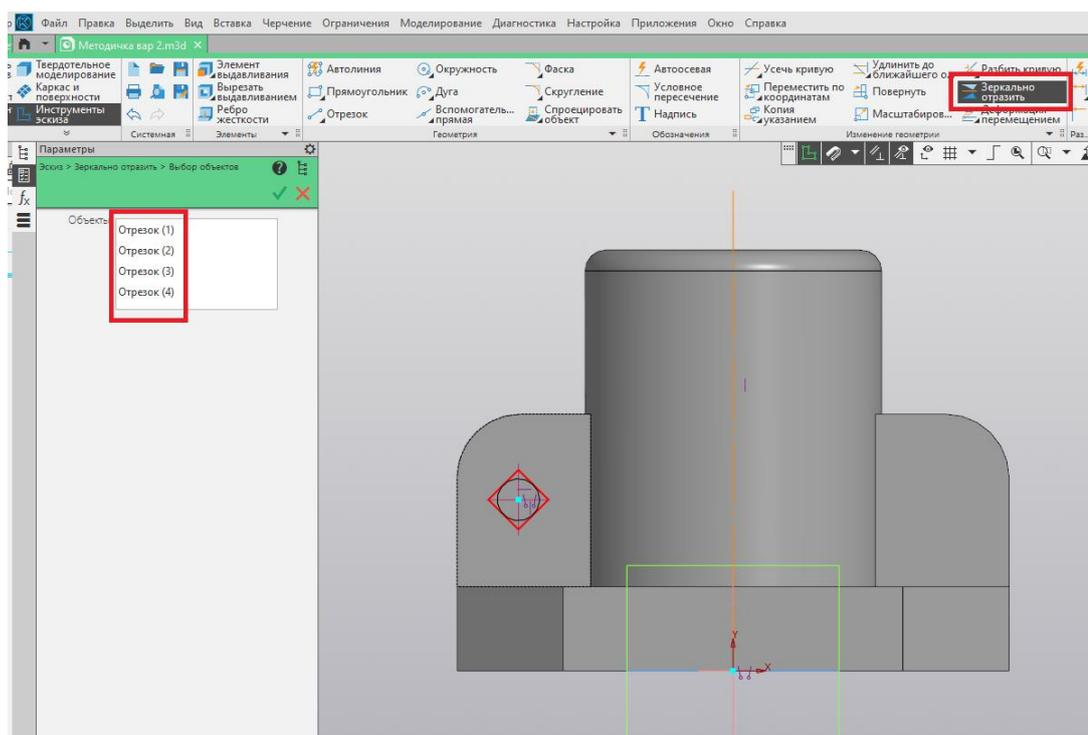

Рис. 102
30. Далее вызовем команду «Зеркально отразить» и выделим контур квадрата. Подтвердим выбор нажатием зелёной галочки (рис. 102).